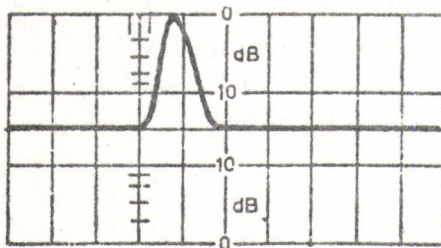

Fig. 1
Die Eichung der Y-Empfindlichkeit ist nur erforderlich, wenn Fehlergrößenbestimmungen durchgeführt werden sollen. Für die Eichung ist die Buchse (9) "N" mit dem 75 Ω-Abschlusswiderstand N 607 und die Buchse (8) "⇒" mit dem Eichwiderstand N 608 zu belegen. Den "dB"-Schalter (12) auf 20 dB schalten und auf dem Schirmbild angezeigte Impulsamplitude mit dem Knopf (11) "Y-VAR" auf eine Amplitude = 0 dB einstellen (siehe Fig. 1).